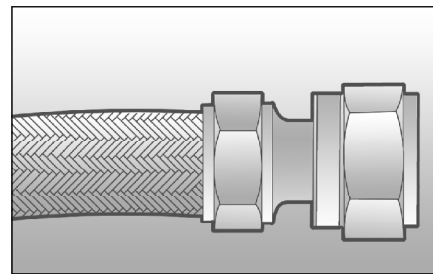
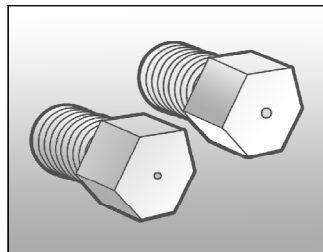

Fig. 3
Fig. 2
• Verifique se, junto com o produto, estão os jogos de injetores (**fig. 2**) – são fornecidos jogos para os três tipos de gás de uso doméstico no Brasil: natural, manufaturado e **GLP engarrafado (P-13) – este último já vem instalado no forno**. Veja também se estão presentes as etiquetas avulsas para os outros tipos de gás (em caso de substituição dos injetores, a etiqueta correspondente deverá ser colada pelo técnico) e a mangueira de metal flexível com a arruela de vedação (**fig. 3**). Para fixar o forno no nicho são necessários também quatro parafusos de rosca soberba – medidas: rosca de 4 mm de diâmetro x 20 mm de altura x 7 mm de cabeça.